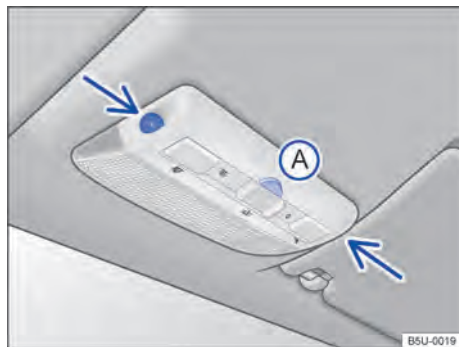

Fig. 47 No console do teto: sensores de monitoramento do interior do veículo e tecla (A) para desligar o monitoramento do interior do veículo.
O monitoramento do interior do veículo dispara o alarme com o veículo travado, se reconhecer movimentos no interior do veículo. O sensor e o receptor estão localizados no conjunto da lanterna de leitura → Fig. 47 (setas).
- Pressionar a tecla → Fig. 47 . No painel de instrumentos, a luz de controle  se acende.